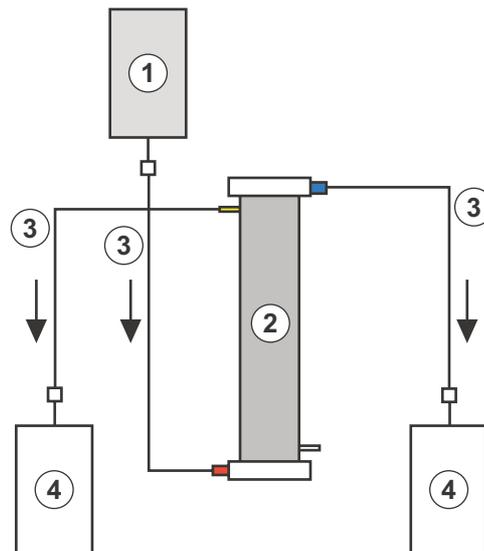

Fig. 9-8 Predisposizione per il lavaggio del plasmafiltro
Materiali: Vedere riferimenti a Fig. 9-8 , soluzione di eparina 1,5 ml (5000 UI/ml)
3. Collegare le rimanenti linee di raccordo e le sacche di raccolta come mostrato in Fig. 9-8 ai lati plasma e sangue del plasmafiltro e clampare la linea sul lato plasma.